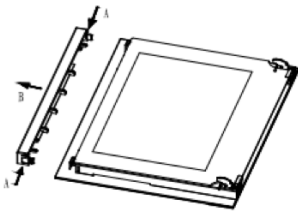

Fig.1
1. Presione el botón en el lado izquierdo y derecho de la puerta (A), saque la barra superior tirando en la dirección B (Fig.1)